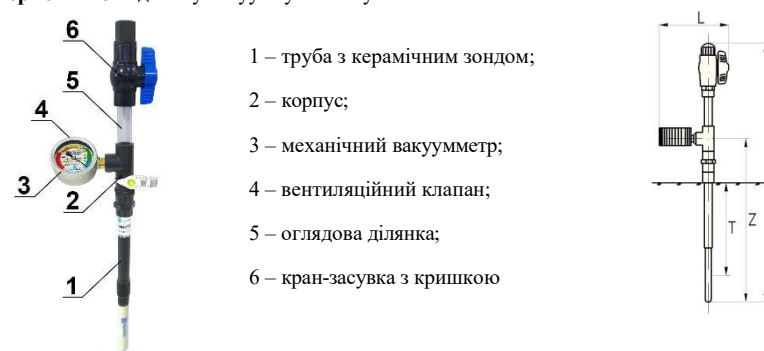

Рисунок 1 Тензіометр **AQUATEC** іригаційний, серія **AQUAMETER PRO**, модель **T GL**
Тензіометр **AQUAMETER PRO** моделі **T GL** містить два основні компоненти: **1 - керамічний зонд**, вбудований у жорстку полівінілхлоридну (ПВХ) трубу з гумовою прокладкою і різьбовою муфтою на її кінці. Таке виготовлення керамічного зонда з трубою, що викручується, передбачає можливість його знімання для швидкої заміни у разі пошкодження або для зміни робочої глибини встановлення тензіометра; **2 – корпус (ПВХ)**, який містить вимірювач тиску – гліцериновий вакуумметр із кольоровою шкалою і вентиляційним клапаном, оглядову ділянку, яка виготовлена з прозорої ПВХ труби для візуального контролю руху вакууму і необхідності дозавправлення приладу **чистою водою***, і кульовий кран-засувку із кришкою для дозавправлення приладу (рис. 1). Кольорова інтуїтивно зрозуміла шкала вакуумметра відображає інтервали потенціалу ґрунтової вологи для різних типів ґрунту. У зібраному стані компоненти тензіометра **герметично з'єднані** у вакуумну систему.
Тензіометри мають маркування (модифікацію). T20 GL – тензіометр з робочою глибиною встановлення $T=20$ см – відстань від поверхні ґрунту до середини керамічного зонду (рис. 1); T30 GL – тензіометр з робочою глибиною встановлення $T=30$ см. І далі через 10 см до $T=100$ см та більше (за індивідуальним замовленням).
Габаритні розміри приладу: висота H становить від 50 до 130 см і більше, ширина $L=16$ см (рис. 1). Маса тензіометра без води залежно від довжини становить від 0,45 до 0,60 кг.
4. Принцип дії тензіометра. Принцип дії тензіометра заснований на властивості керамічного зонду пропускати ґрунтову воду і не пропускати повітря до тиску барботування. В умовах взаємодії ненасиченого вологою ґрунту із стінками керамічного зонду, пори якого насичені водою, вода з водної камери приладу під дією капілярно-сорбційних сил переміщується до ґрунту. Під час збільшення вмісту вологи в ґрунті (атмосферні опади, іригаційні поливи) волога з ґрунту навпаки надходить до водної камери приладу. Водночас стрілка вакуумметра пересувається у напрямку «0». Максимальний вміст вологи у ґрунті за повної вологомісткості (ПВ) відповідає величині тензіометричного тиску $P_s=0$. Зі зменшенням вмісту вологи від'ємний тиск (розрідження) збільшується $-P_s<0$. У стані рівноваги потенціал води всередині тензіометра (показання вакуумметра) дорівнює сумі матричного потенціалу – тензіометричного тиску ґрунту і висоти водяного стовпа приладу – Z (рис. 1). У практичних вимірюваннях значення Z не враховують через її незначний вплив.